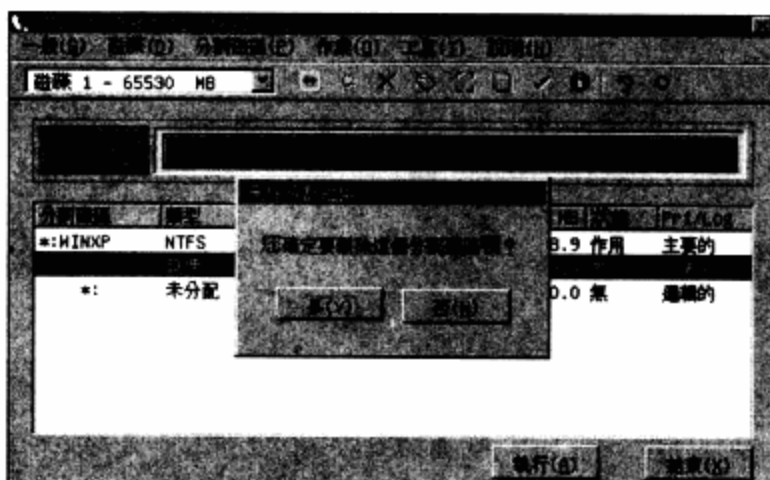

图4-94 单击“是”按钮
**步骤 06** 接下来会提示确定需要删除分区，这时单击“是”按钮。如图4-94所示。